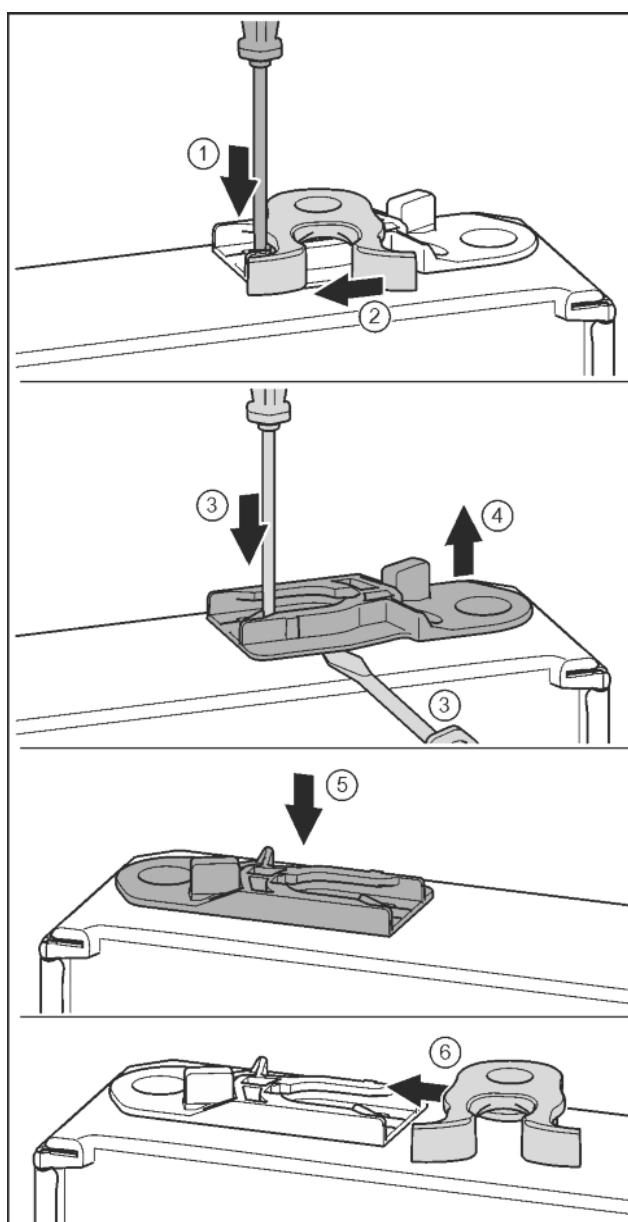

Fig. 17
- Detaşați capacul și montați-l pe partea opusă. Fig. 17 (1)
- Aplicați suportul de lagăr pe partea opusă și înșurubați-l cu ajutorul unei șurubelnite T25. Începeți cu șurubul 2 de jos din centru. Fig. 17 (2)
- Înșurubați ferm șurubul 3 și 4. Fig. 17 (3, 4)
- Introduceți complet bolțul de lagăr. Aveți grijă aici ca respectiva camă de cuplare să fie îndreptată către înapoi. Fig. 17 (5)